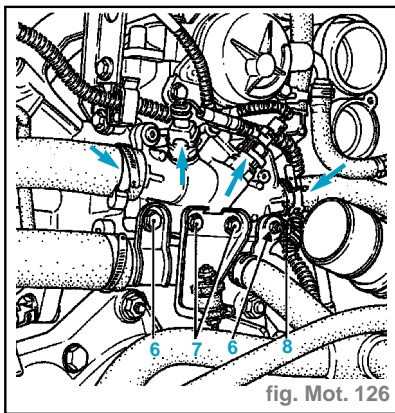

fig. Mot. 126
• les vis de fixation du tube d'eau (6) et de la patte support filtre à air (7) (fig. Mot. 126),